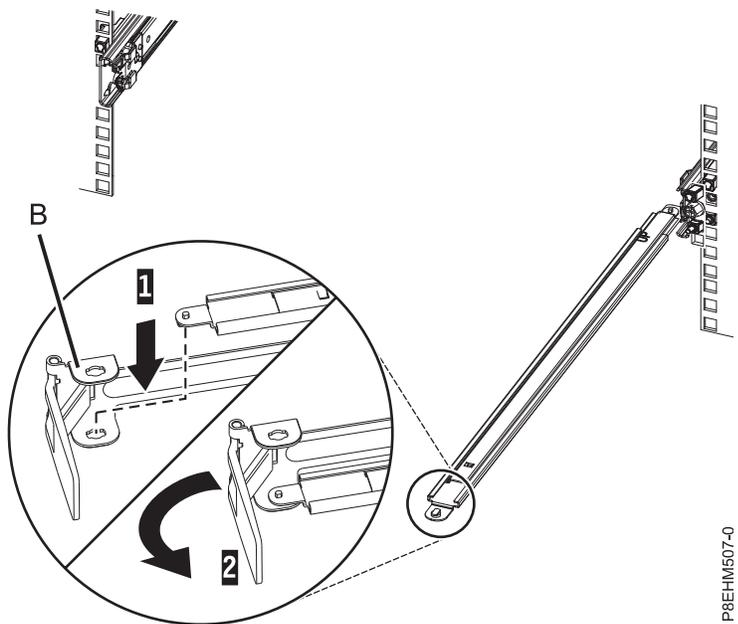

Figura 11. Fijación de la pieza de sujeción de tope de portacables al brazo de soporte
- Localice el orificio de la esquina inferior interna de la pieza de sujeción de tope de portacables en forma de L (**B**). Coloque el extremo que queda libre del brazo de soporte de modo que la lengüeta de bloqueo de la parte inferior de la punta quede alineada con el orificio de la abrazadera. Inserte la pestaña en el orificio (**1**) y haga girar la abrazadera (**2**) para fijarla al brazo de soporte. Para obtener detalles, consulte la Figura 11.